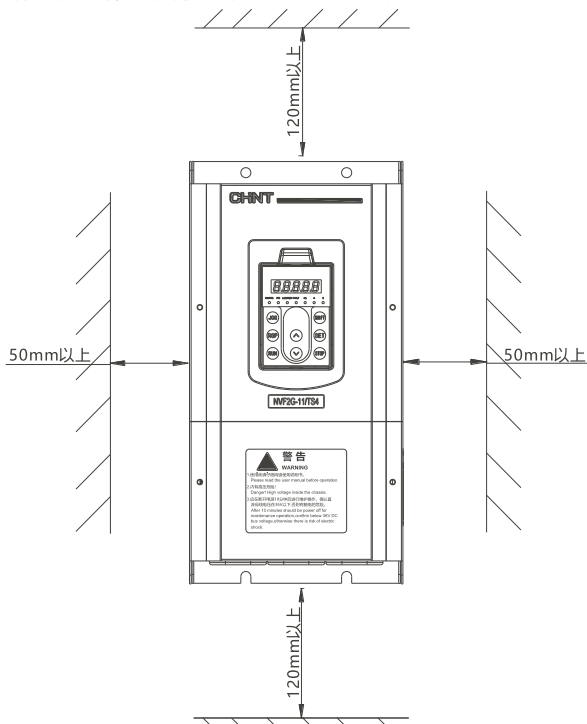

图3-1-1 变频器安装示意图
- 使用变频器时，请注意安装间距及距离要求，对于多台安装时，可采用垂直安装和倾斜安装，具体安装方式和安装间距如图3-1-1~3-1-3所示。